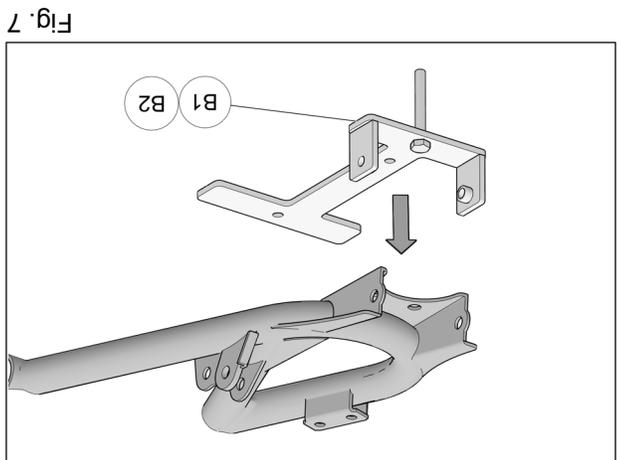

Fig. 7
6. Placer l'ancrage de suspension (B1-B2) sous le bras de suspension. Voir la Fig. 7